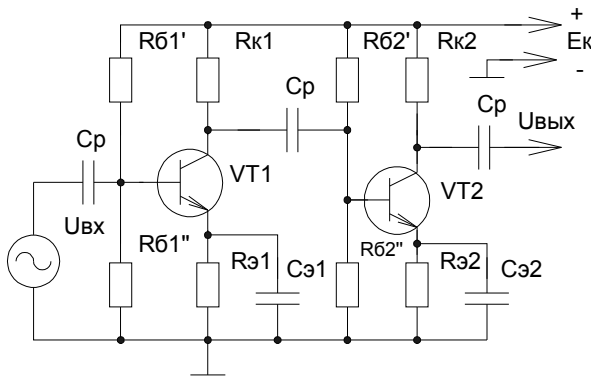

Рис. 240
1) Резисторно-ёмкостная связь (смотрите рисунок 240).